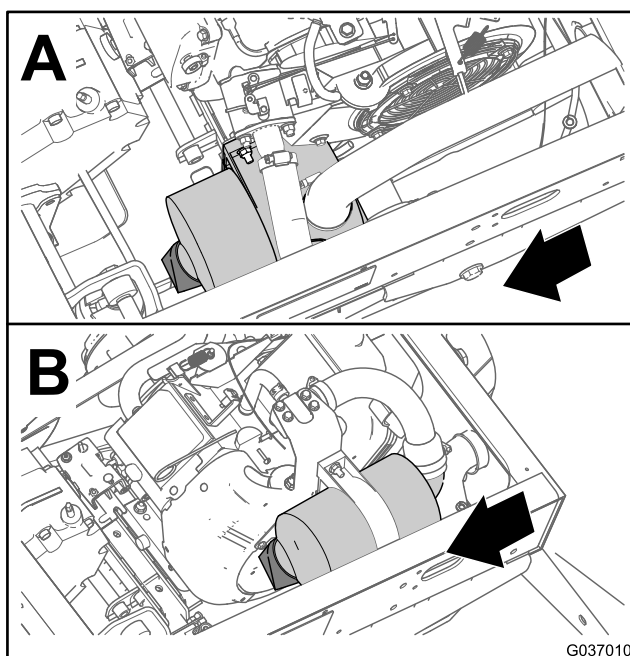
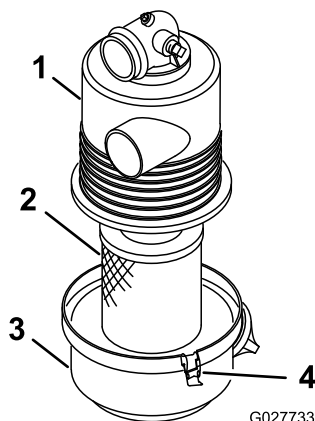

Figura 30
Figura 31
2. Verifique se existe algum dano no corpo do filtro de ar que possa provocar uma fuga de ar (Figura 30 e Figura 31).
3. Insira o elemento do filtro de ar na caixa do filtro (Figura 31).
4. Alinhe a cobertura do filtro do ar com a caixa (Figura 31).
5. Prenda a cobertura à caixa com as patilhas (Figura 31).
3. Liberte os trincos que fixam a cobertura do filtro de ar à respetiva caixa (Figura 31).
4. Separe a cobertura do filtro de ar da caixa e limpe o interior da cobertura (Figura 31).